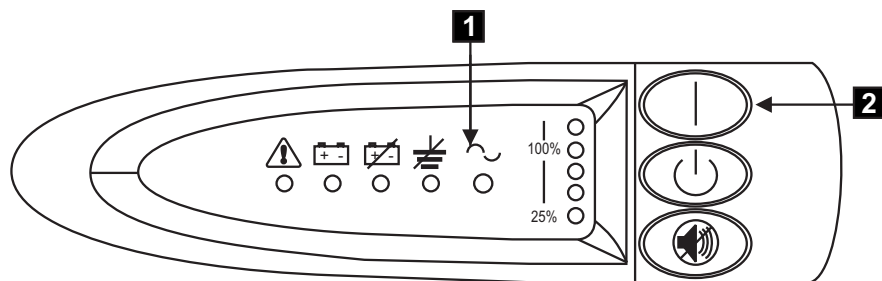

図 112. 2145 無停電電源装置の電源スイッチとインディケータ
10. 2145 無停電電源装置が自己診断テストを行っている間、2145 無停電電源装置のすべてのフロント・パネル・インディケータが、短時間明滅します。テストが完了すると、モード・インディケータ **1** が明滅して、2145 無停電電源装置が待機モードになったことを示します。141 ページの図 112 を参照してください。
2145 無停電電源装置のオン・ボタン **2** (141 ページの図 112) を、2145 無停電電源装置からピープ音が聞こえるまで (約 1 秒) 押したままにします。モード・インディケータが明滅を停止します。ここで負荷レベル・インディケータが示しているのは、2145 無停電電源装置が供給している荷重のパーセンテージです。これで、2145 無停電電源装置は通常モードになり、バッテリーの充電を行います。